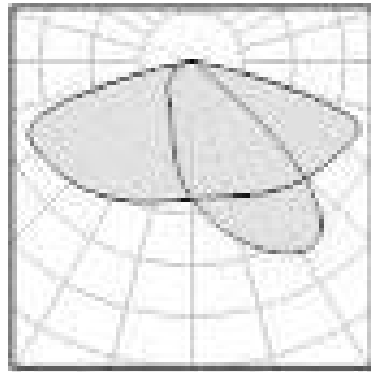

Рисунок 1 - Кривая силы света светильника ДКУ62.
- в главной продольной и поперечной плоскостях - *M* (см.рисунок 1).